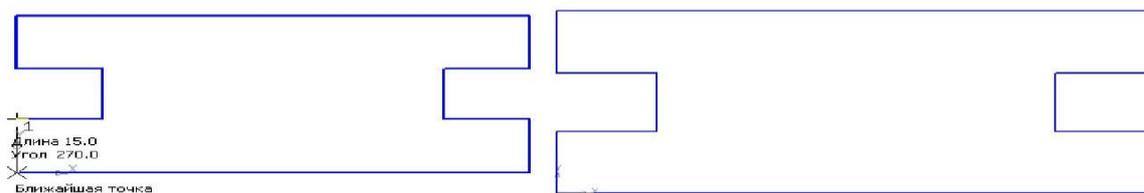

Рис. 10 Рис. 11
- подведите курсор к началу координат, сработает глобальная привязка (действующая по умолчанию) **Ближайшая точка** (рис. 10);